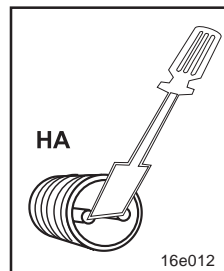

Fig. 4.1
- Hacer puente (ver Fig. 4.1) varias veces con un destornilla-